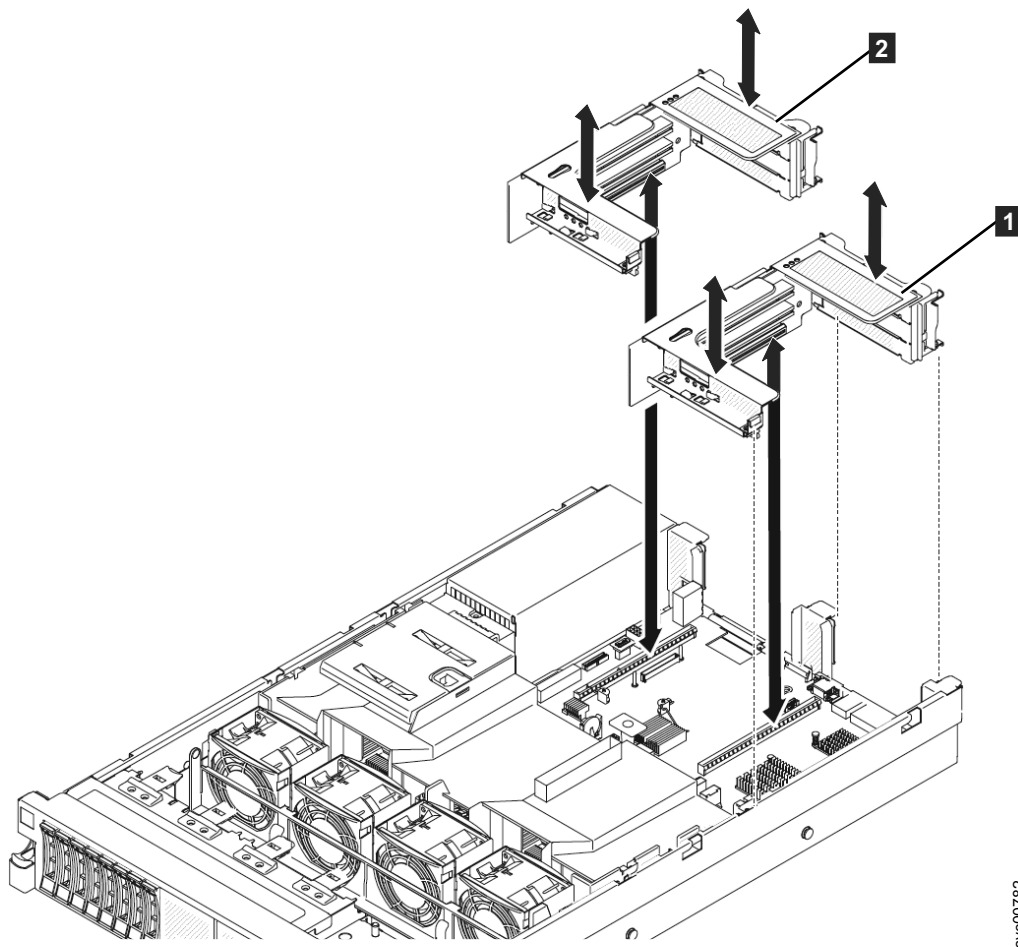

図 149. 2145-DH8 PCI Express ライザー・カード・アセンブリの取り外し
- PCI ライザー・スロット 1 **1** (電源機構から遠い方のスロット)。スロット 1 には PCI ライザー・カード・アセンブリーが取り付けられているはずです。184 ページの図 149 を参照してください。